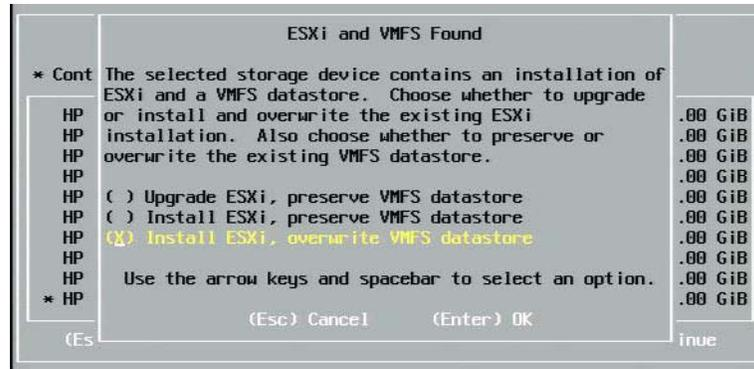

Ilustración 14-32. ESXi y VMFS encontrado
5. En la ventana ESXi and VMFS Found (ESXi y VMFS encontrado) (Ilustración 14-32), seleccione el método de instalación.